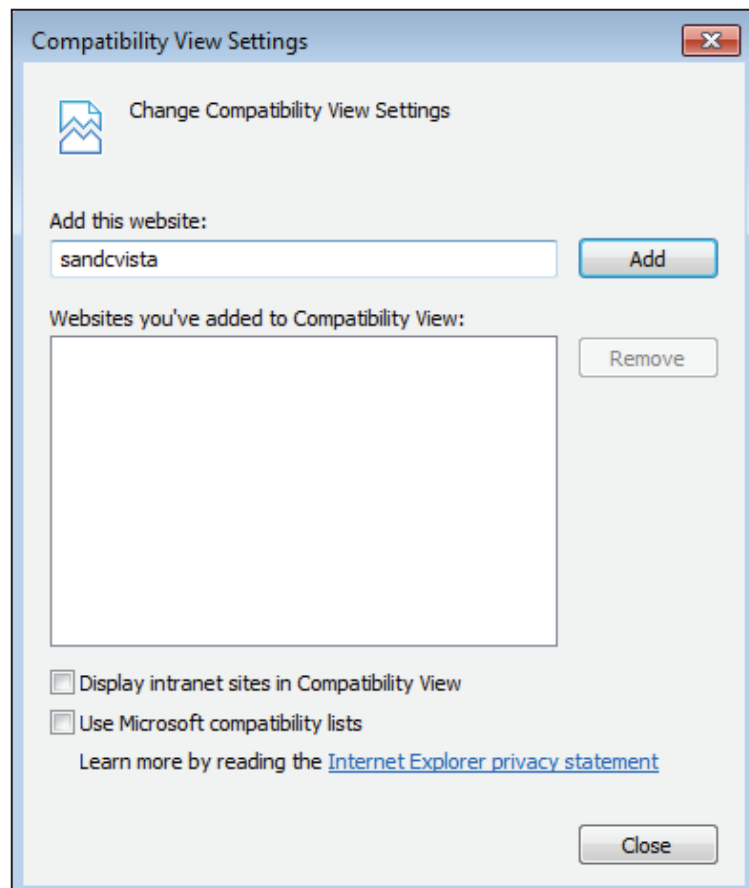

Figura 4. Desmarcar “Display Intranet sites in Compatibility View” desde el menú Compatibility View Settings. (Explorer 11 de Microsoft mostrado).
PASO 2. Desde el menú Compatibility View Settings (Ajustes de la Vista de Compatibilidad), desmarque el cuadro junto a “Display Intranet sites in Compatibility View” (“Mostrar los sitios del Intranet en la Vista de Compatibilidad”). Vea la Figura 4.